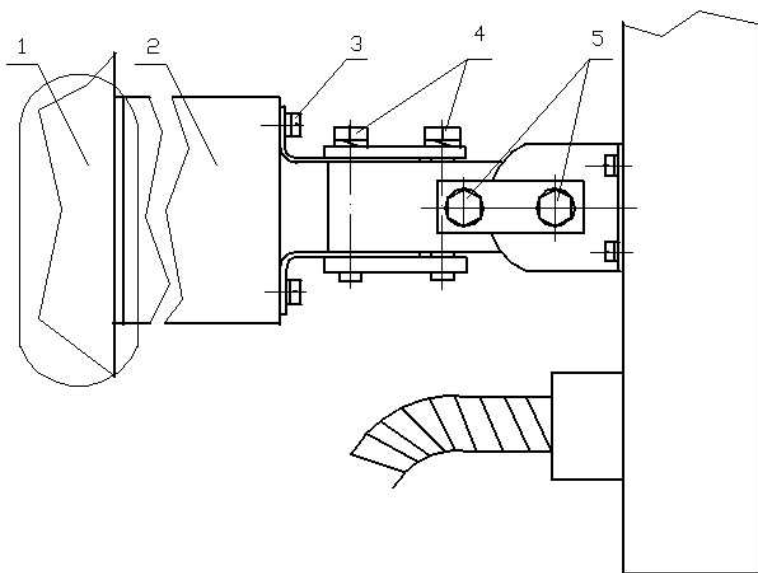

Рис. 10.4
10.2.1 Вариант установки блоков на стене 1 (заграждении) показан на рис. 10.4. Блоки размещаются на высоте не меньшей 0,8...1,1 м над «усредненной» поверхностью земли, пола или грунта. Вначале производится разметка для крепления кронштейна 2 (УЗК-1). Центры отверстий располагаются в углах условного прямоугольника 80×60. С помощью винтов 3, пружинных шайб и гаек прикрепить БПРД (БПРМ) к кронштейну 2. Просверлить соответствующие отверстия в
10.2.4 Для проведения юстировки по азимуту необходимо ослабить болты 4 (рис. 10.4) до обеспечения возможности поворота блока с мягким усилием. Повернуть блок БПРМ (БПРД) в направлении противоположного блока БПРД (БПРМ) данного участка. Затянуть болты 4 до выпрямления пружинных шайб.
10.2.5 Для проведения визуальной юстировки по углу места (см. рис.10.4) ослабить болты 5 до обеспечения поворота блока с мягким усилием. Повернуть блок БПРМ (БПРД) в направлении противоположного блока. Затянуть болты 5 до выпрямления пружинных шайб.